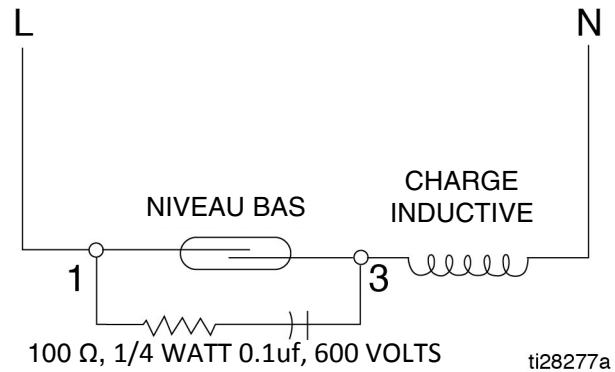

FIG. 5
**Tension CA** - Il est recommandé de brancher une résistance et un condensateur (impédance élevée de 60 Hz) en parallèle avec l'interrupteur, comme illustré en FIG. 5.